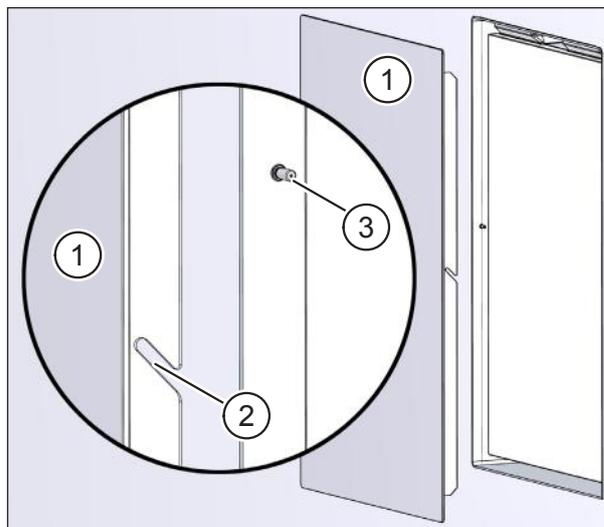

Рис. 45: установить крышку U²
- Удалите остатки штукатурки и грязи, чтобы крышка U² (поз. 1 на рис. 45) плотно прилегала к внутренней стене.
- ▶ Осторожно опускайте крышку вниз. Выемки (поз. 2 на рис. 45) на удерживающей пластине вставляются в штифты (поз. 3 на рис. 45) рамы монтажной коробки